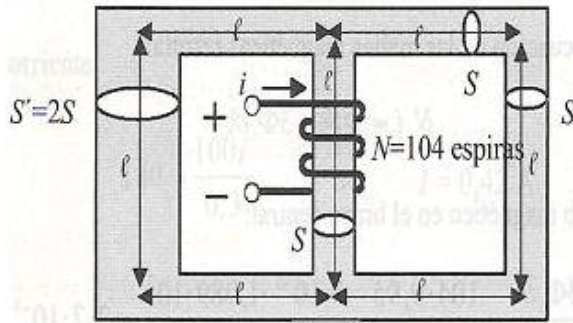

Fig. 6
6.-Calcular la intensidad que debe aplicarse a la bobina del circuito magnético de la Fig.6 para establecer en la columna derecha un flujo de 1 mWb. La permeabilidad relativa se supone que es constante en todos los puntos y cuyo valor es de 400; la sección $S = 10 \text{ cm}^2$ es la misma en toda la estructura, excepto en la columna izquierda, que vale 20 cm^2 . La longitud l es igual a 10 cm. Calcular también el flujo en el brazo central.